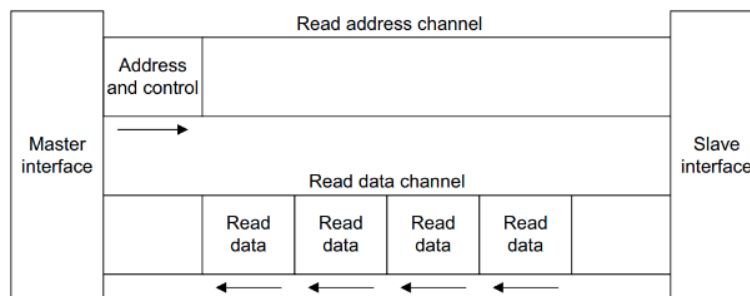

Figura 22. Arquitetura do canal de leitura
A Figura 22 mostra como uma transação de leitura usa o endereço de leitura e os canais de dados de leitura. Primeiro, o endereço e os bits de controlo são enviados do dispositivo mestre (*master*), e o escravo (*slave*) responde com os dados no canal de dados lidos (*read data channel*).
- Um canal de dados de leitura para transferir os dados do escravo para o mestre (Figura 22).